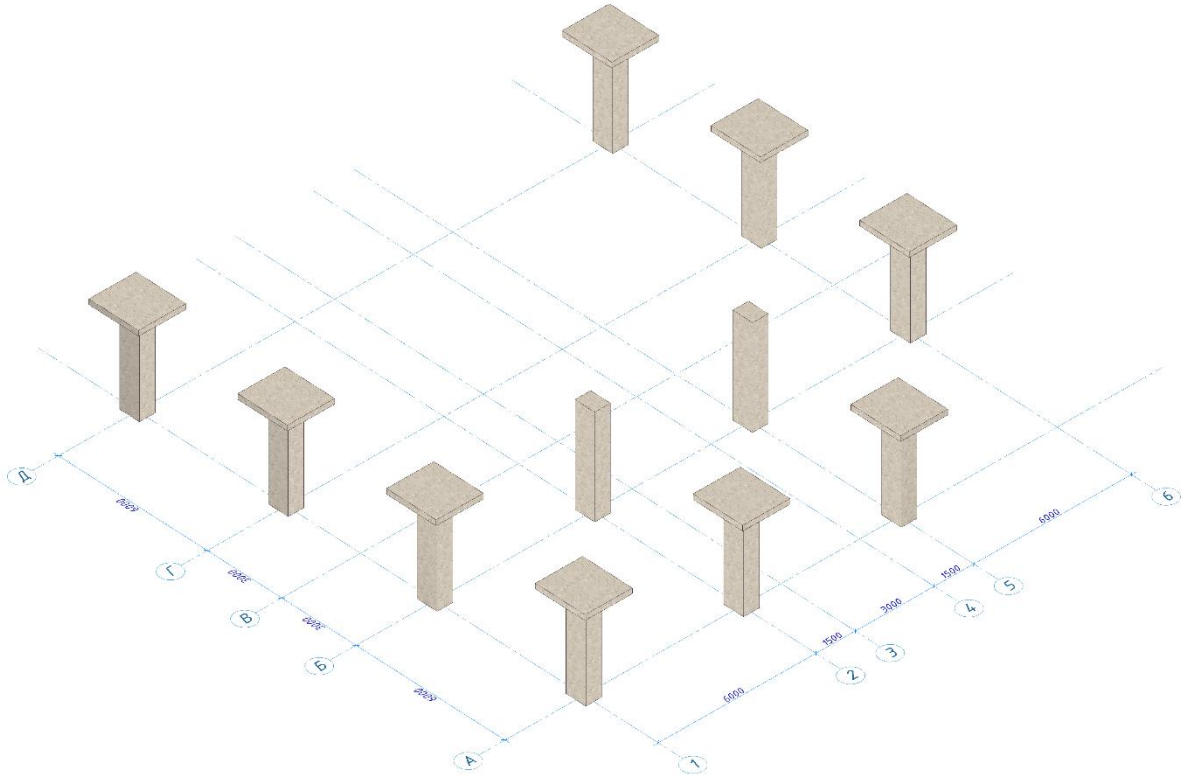

Рис. 23.7. Схема розташування колон
- Розташуйте колони на перетинаннях осей Б–2 і Б–5 (рис. 23.7).
- Розмістіть колони як показано на рис. 23.7.